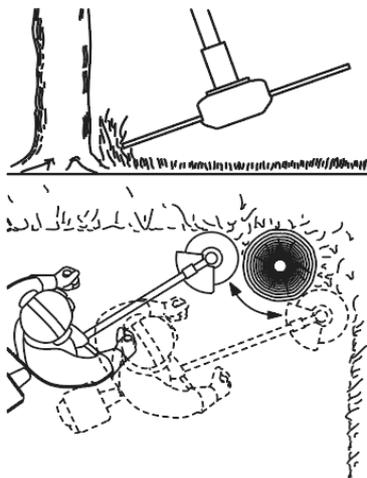

Рисунок 5. Схема скошування трави навколо дерев.
2. Під час скошування навколо дерев пересувати виріб дуже повільно і вкрай обережно, щоб жилка не торкалася стовбура дерева і не пошкодила кору. Кожне дерево обходити зліва направо по колу (рис. 5).